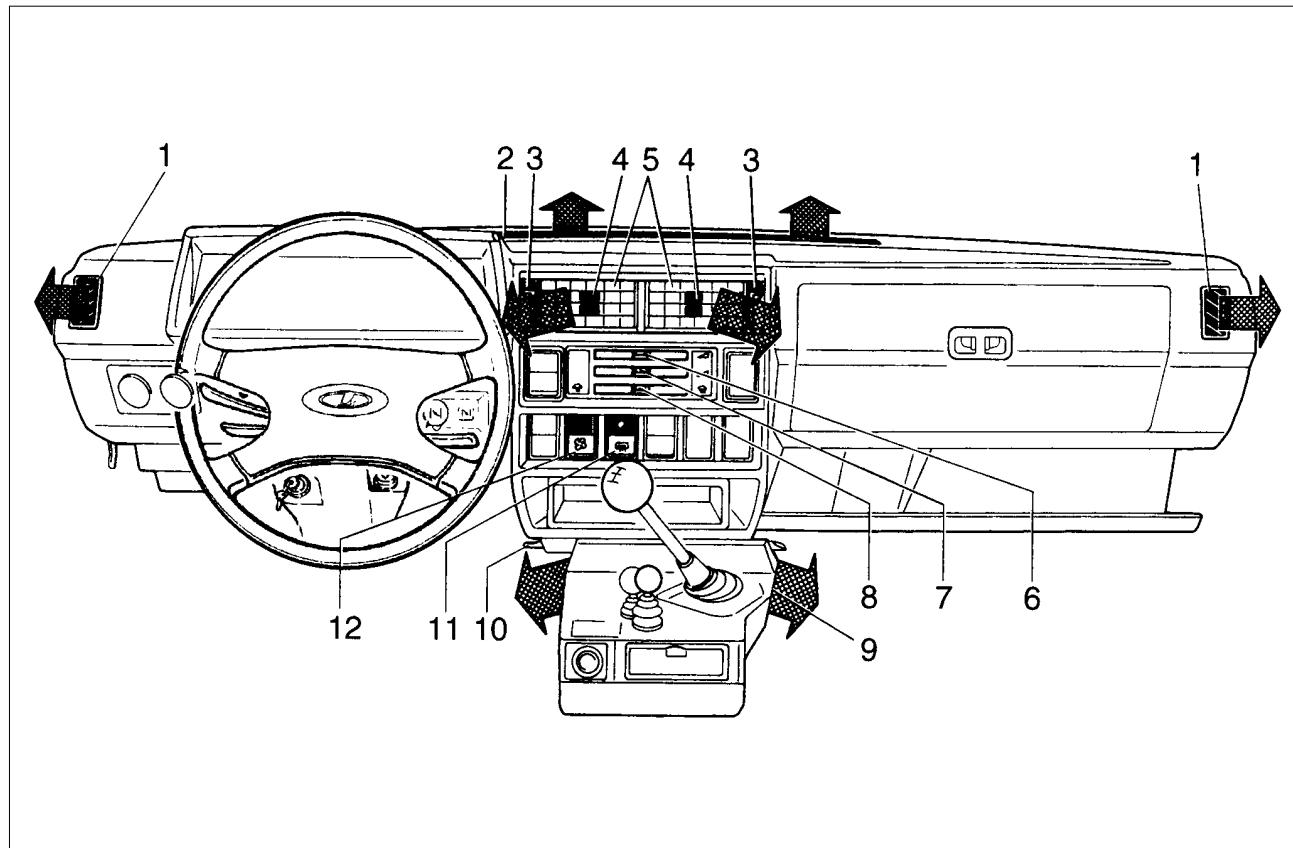

Рис. 29. Органы управления вентиляцией и отоплением салона
- через сопла 2 (рис. 29) обдува ветрового стекла, если передвинуть вправо распределительный рычаг 7 и рычаг 8 управления крышкой люка воздухопротока;